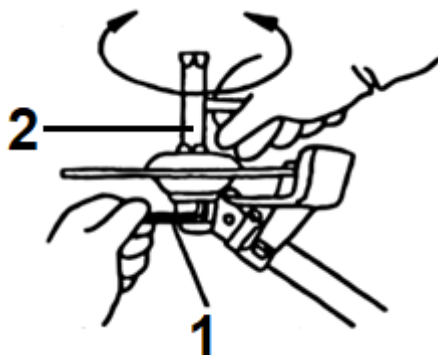

Рисунок 6. Схема встановлення дискового різального ножа.
1. Зафіксувати шпindel від провертання, встановити різальний ніж із комплектом шайб та зафіксувати гайкою згідно з рис. 6.